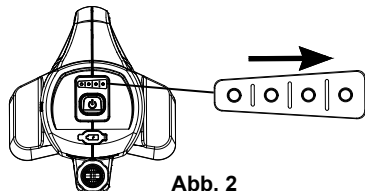

Abb. 2
2. Während des Ladevorgangs blinkt die Akkuanzeige und leuchtet entsprechend der verbleibenden Ladung des Akkus auf. Vier Lichter zeigen volle Ladung an; drei Lichter zeigen eine gute Ladung an; 2 Lichter zeigen niedrigen Ladezustand an und ein blinkendes Licht zeigt an, dass der Akku aufgeladen werden muss. Siehe Abb. 2.